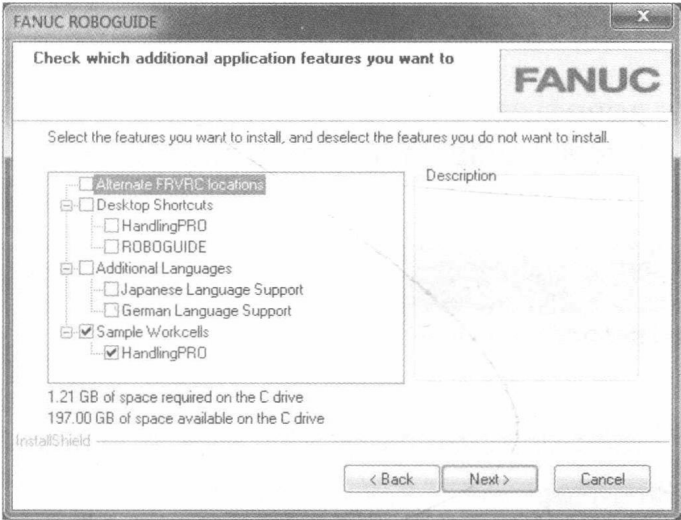

图 2-8
7) 显示FANUC ROBOGUIDE的检查要添加的其他应用程序功能对话框。选择要安装的功能，然后单击“Next”按钮，如图2-8所示。这里可以选择的功能因购买的选项而异，见表2-2。